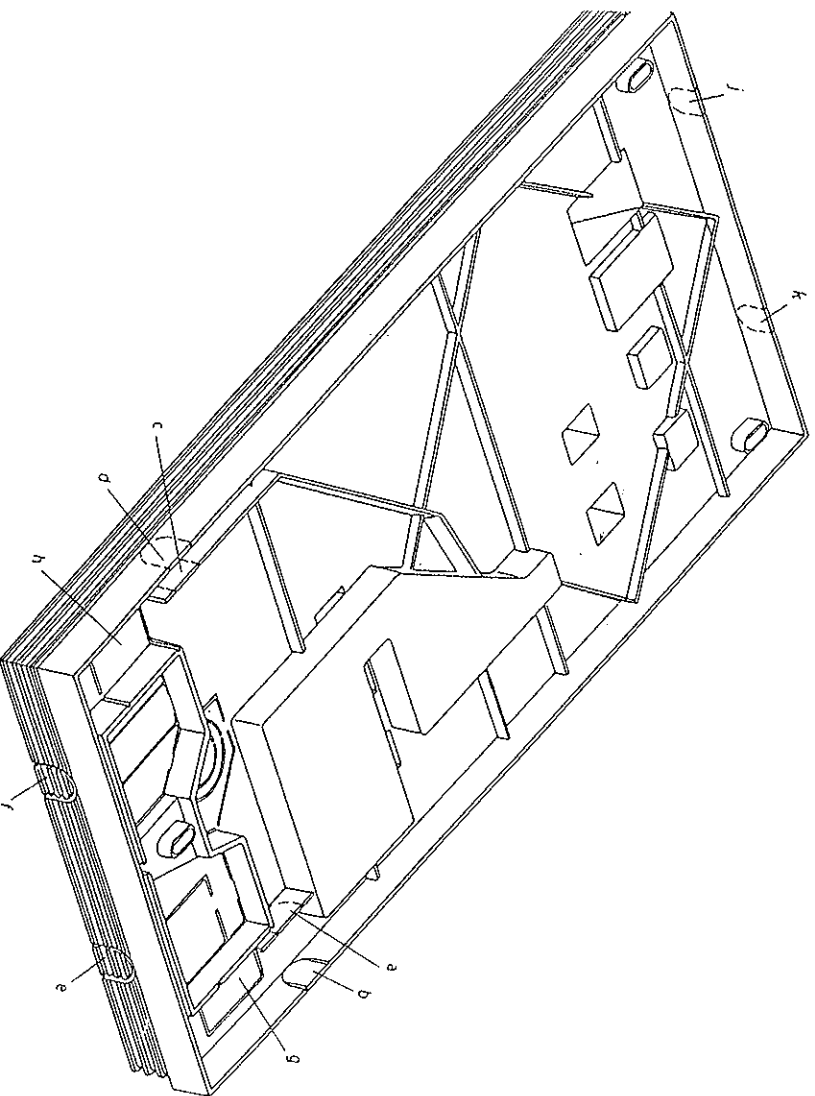
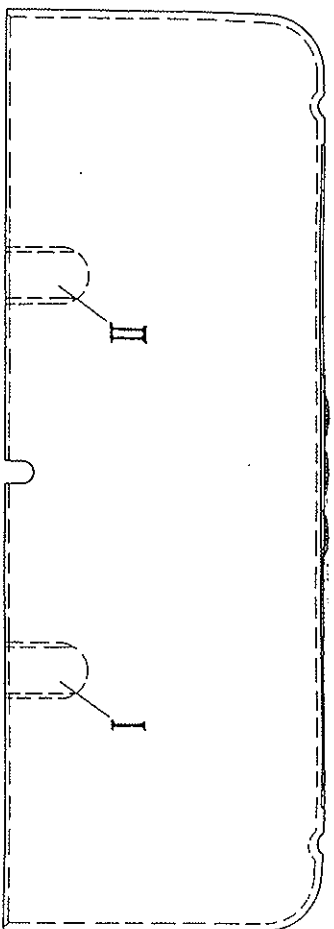

Abb. 15: Gehäuseunterteil
Abb. 17: Materialverdünnungen für Direktzapfung
Seitlich am Gehäuseunterteil vorhandene Materialverdünnungen (a,b oder c,d Abb. 15) soweit erforderlich herauserschneiden. Erfolgt der **Wasserschlus im Aufputzzustand** (Direktzapfung oder Direkt- und Fernzapfung Abb. 12 und 13) ist die **Schutzart IP25 nicht mehr gewährleistet!**
- ⇒ Für Aufputzrohre Materialverdünnungen am Gehäuseoberteil (Abb. 17) und am Gehäuseunterteil (e und f Abb. 15) ausschneiden
- ⇒ Materialverdünnungen (g, h, j und k Abb. 15) im Gehäuseunterteil herauschneiden.